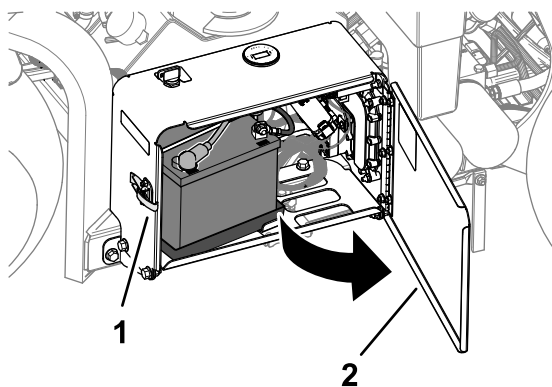

Bild 169
1. Entriegeln und öffnen Sie die Klappe des Batteriefachs (Bild 169).